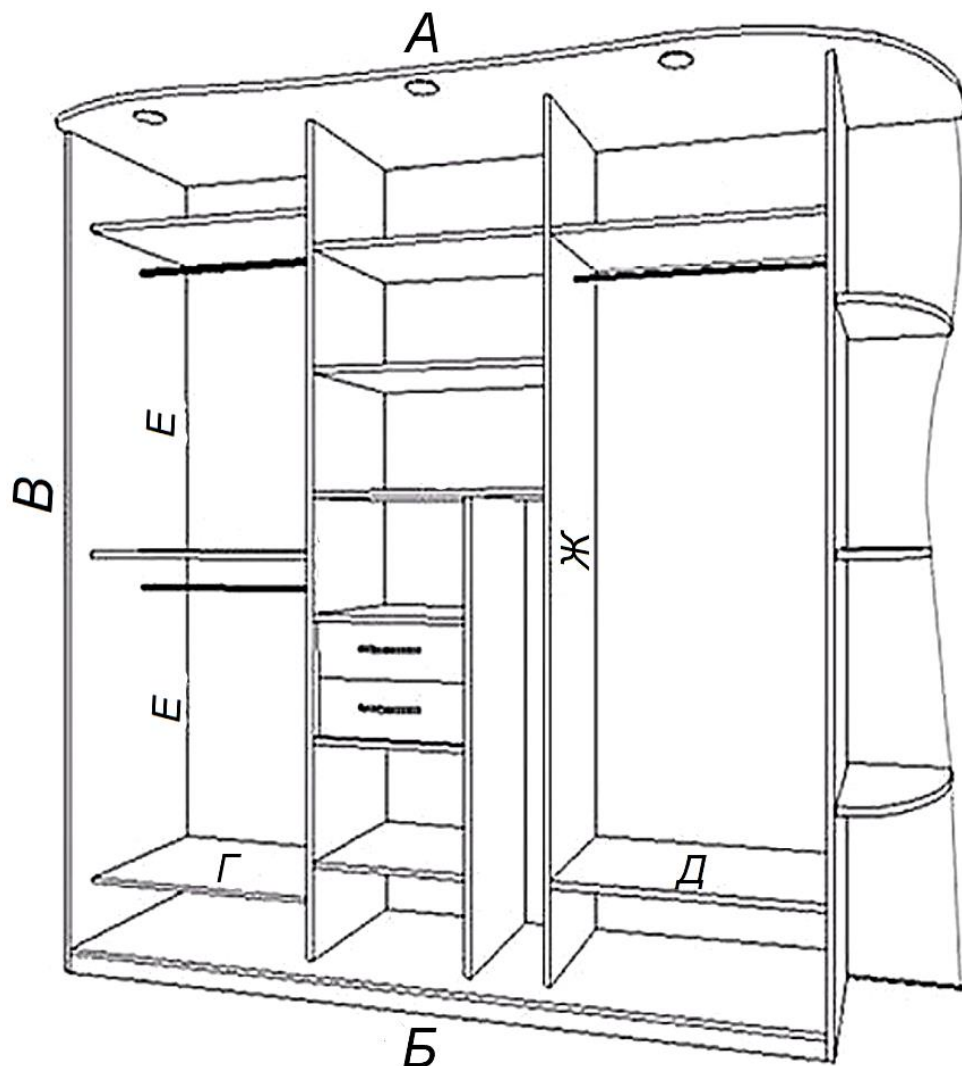

Рис. 4.1. Шафа-купе
**Завдання:** в програмі *Астра Конструктор Меблів* створити модель шафи-купе (рис. 4.1).
2. Використовуючи знання та вміння з попередніх робіт відповідно до варіанту (табл. 4.1), який повинен відповідати порядковому номеру в журналі групи побудувати модель шафи-купе за зразком (рис. 4.1). Глибина шафи для всіх варіантів 650 мм. При побудові шафи враховувати, що глибина системи розсувних дверей 80 мм.